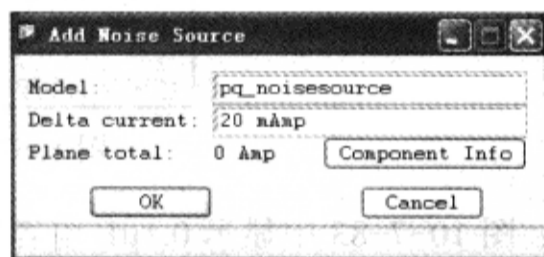

图 10-7-80 “Add Noise Source”对话框
(6) 在“Add Noise Source”对话框“Delta current”栏中输入“20mAmp”→单击“OK”按钮，噪声源图标就会附着在光标上，如图 10-7-80 所示。